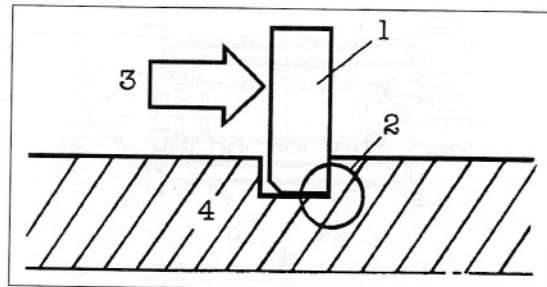

Bild 264
- ☞ Scharfe Kanten der Seegerringe weisen gegen Druckrichtung der Zahnräder (Bild 264).